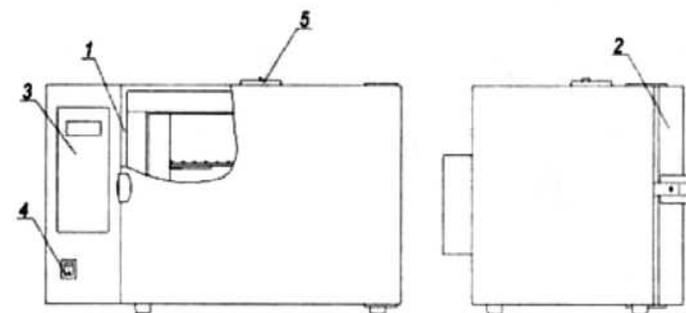
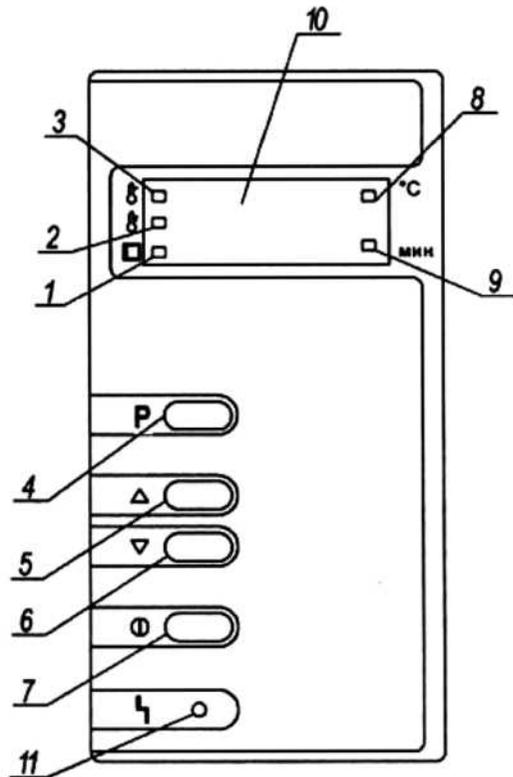

Рисунок 1 - Стерилизаторы ГП МО. Общий вид
Рисунок 2 - Расположение органов управления стерилизатором на блоке управления
1.4.1 Общий вид стерилизатора представлен на рис. 1 и 2.
Установить выключатель (поз.4, рис. 1) в положение "I". На блоке управления загорится индикатор (поз.8, рис. 2), информационное табло (поз.10, рис.2) показывает текущую температуру в стерилизационной камере.
Для выбора программы стерилизации нажать на кнопку "P" (поз.4, рис.2) и выбрать нужную программу путем нажатия на одну из кнопок "Δ", "∇" (поз.5, 6, рис.2).
Для запуска выбранной программы кратковременно (не более 2 сек) нажать на кнопку "Ⓜ" (поз.7, рис. 2). Стерилизатор перейдет в фазу "ПОДГОТОВКА". Информационное табло индицирует изменение температуры в камере. Происходит нагрев до установленного значения температуры.
"СТЕРИЛИЗАЦИЯ". Включается светодиодный индикатор "СТЕРИЛИЗАЦИЯ" (поз.3, рис. 2), информационное табло попеременно индицирует время выдержки и текущую температуру в камере. Происходит выдержка при заданной температуре, по истечении которой стерилизатор переходит в фазу "ОХЛАЖДЕНИЕ",
В фазе "ОХЛАЖДЕНИЕ" индикатор продолжает показывать изменение температуры в камере и горит индикатор "ОХЛАЖДЕНИЕ" (поз.2, рис. 2). Температура в камере падает. При понижении температуры до 75°C гаснет индикатор "ОХЛАЖДЕНИЕ", загорается индикатор "ВЫГРУЗКА" (поз.1, рис. 2) и звучит прерывистый звуковой сигнал, который выключается через 1 минуту.
2.3.3 Установить выключатель (поз.4, рис. 1) в положение " I ". На блоке управления загорится индикатор (поз.8, рис. 2), информационное табло (поз.10, рис.2) показывает текущую температуру в стерилизационной камере.
В алгоритм управляющей программы стерилизатора заложена возможность автоматического запуска прерванной (в результате кратковременного пропадания питающего напряжения) программы. Если после включения произошел автоматический запуск программы, то для ее остановки необходимо нажать на кнопку (I) (поз.7, рис.2) и удерживать в течение 3 секунд.
Программа запоминает в энергонезависимой памяти номер последней программы, запущенной на исполнение. Для ее повторного запуска можно сразу нажать на кнопку "(I)" (поз.7, рис. 2), не производя перебор программ,
2.3.2 Для запуска выбранной программы кратковременно (не более 2 сек) нажать на кнопку "(I)" (поз.7, рис. 2). При этом включится вентилятор принудительной циркуляции воздуха внутри стерилизационной камеры и стерилизатор перейдет в фазу "ПОДГОТОВКА", Информационное табло индицирует изменение температуры в камере. Происходит нагрев до установленного значения температуры.
При необходимости запущенную программу можно остановить, нажав на кнопку "(I)" (поз. 7, рис.2) и удерживать в течение 3 секунд. Эту остановку можно выполнить в любой фазе стерилизации.
2.3.3 При достижении заданной температуры стерилизатор переходит в фазу "СТЕРИЛИЗАЦИЯ". Включается светодиодный индикатор "СТЕРИЛИЗАЦИЯ" (поз.3, рис. 2), информационное табло попеременно индицирует время выдержки и текущую температуру в камере. Происходит выдержка при заданной температуре, по истечении которой стерилизатор переходит в фазу "ОХЛАЖДЕНИЕ"
2.3.5 При понижении температуры до 75°C гаснет индикатор "ОХЛАЖДЕНИЕ", загорается индикатор "ВЫГРУЗКА" (поз.1. рис. 2) и звучит прерывистый звуковой сигнал, который выключается через 1 минуту.